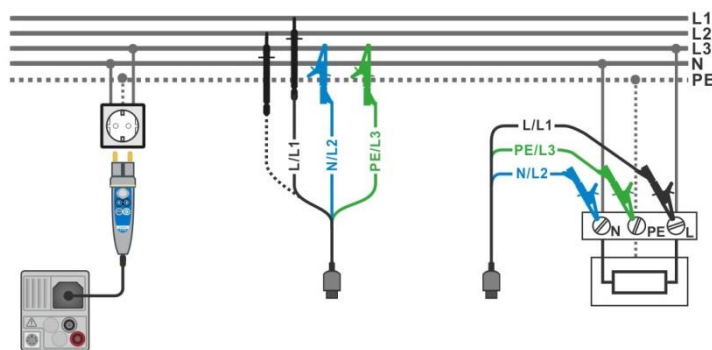

figura 7.33: Misura dell'impedenza di linea Fase-neutro o fase-fase – con puntale remoto e puntale con cavi
- › Collegare puntali o puntare remoto all'oggetto in prova, vedere **figura 7.33**.